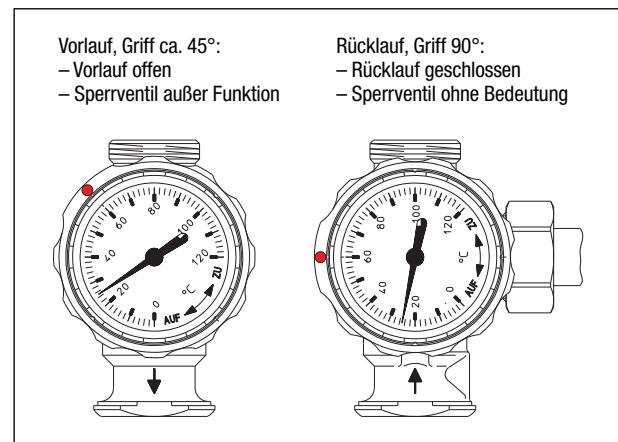
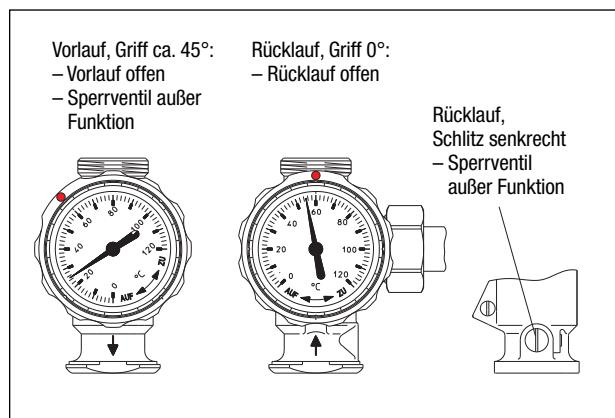
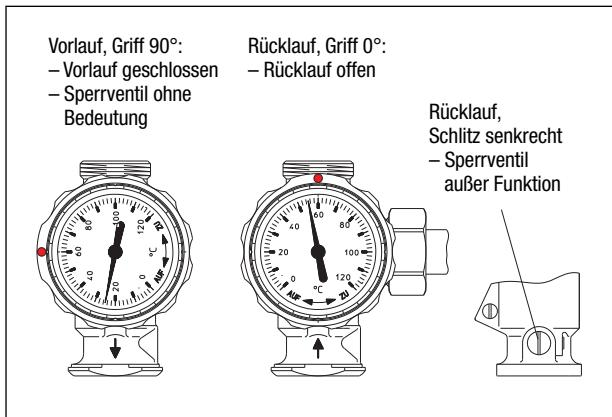
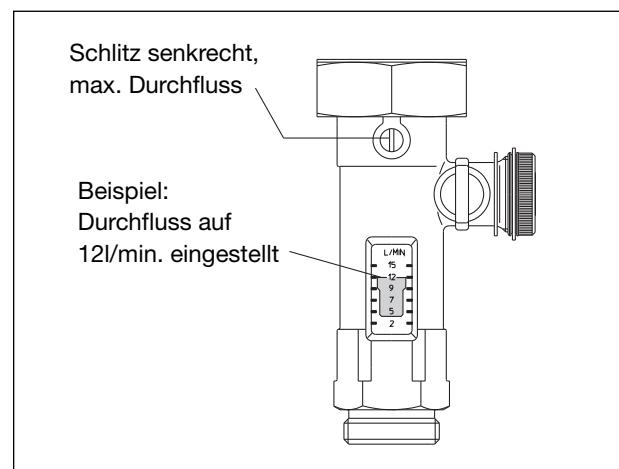

Bild 15: Position der Kugelhähne
Bild 17: Position der Kugelhähne
Bild 21: Position der Kugelhähne
Bild 26: Durchflussmesser und Einstellschraube
- Kugelhähne und Schwerkraftbremse (1) und (2) stellen wie in Bild 15
- Füll- und Entleerungskugelhahn (7) an der Sicherheitsgruppe öffnen
- Seitlicher Füll- und Entleerungskugelhahn (6) von dem Durchflussmesser öffnen
- Kugelhahn zur Einregulierung am Durchflussmesser muss vollständig geöffnet sein (Schlitz senkrecht, siehe Bild 26)
- Befüllpumpe (20) für 10-15 min einschalten
- Kugelhähne und Schwerkraftbremse (1) und (2) stellen wie in Bild 17
- seitlicher Füll- und Entleerungskugelhahn (6) von dem Durchflussmesser schließen
- Befüllpumpe (20) einschalten
- nach Erreichen des Prüfdrucks an dem Manometer (8) den Füll- und Entleerungskugelhahn (7) schliessen
- Kugelhähne (1) und (2) stellen wie in Bild 21, Schwerkraftbremse im Rücklauf muss aber noch in Funktion sein! (Schlitz waagerecht)
- Befüllpumpe (20) einschalten und kurz darauf die Schwerkraftbremse im Rücklauf außer Funktion setzen (Schlitz senkrecht stellen wie in Bild 21)
- Befüllpumpe (20) ca. 20 s laufen lassen
- Entleerungskugelhahn (7) und Füll- und Entleerungskugelhahn (6) schliessen und Befüllpumpe ausschalten